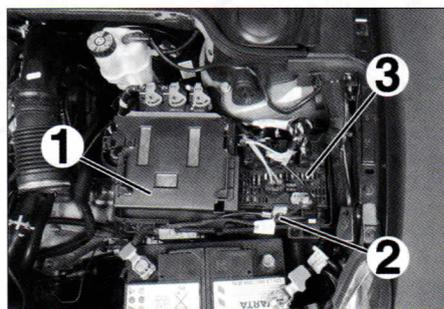
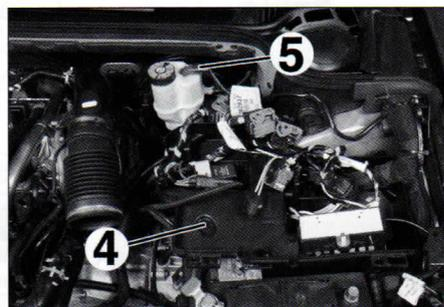

FIG. 11
FIG. 12
- el calculador de gestión motor (1) (fig. 11).
- la masa (2).
- la caja de fusibles (3).
- el soporte de calculador (4) (fig. 12).
- el conector del contactor del nivel de líquido de freno (5).